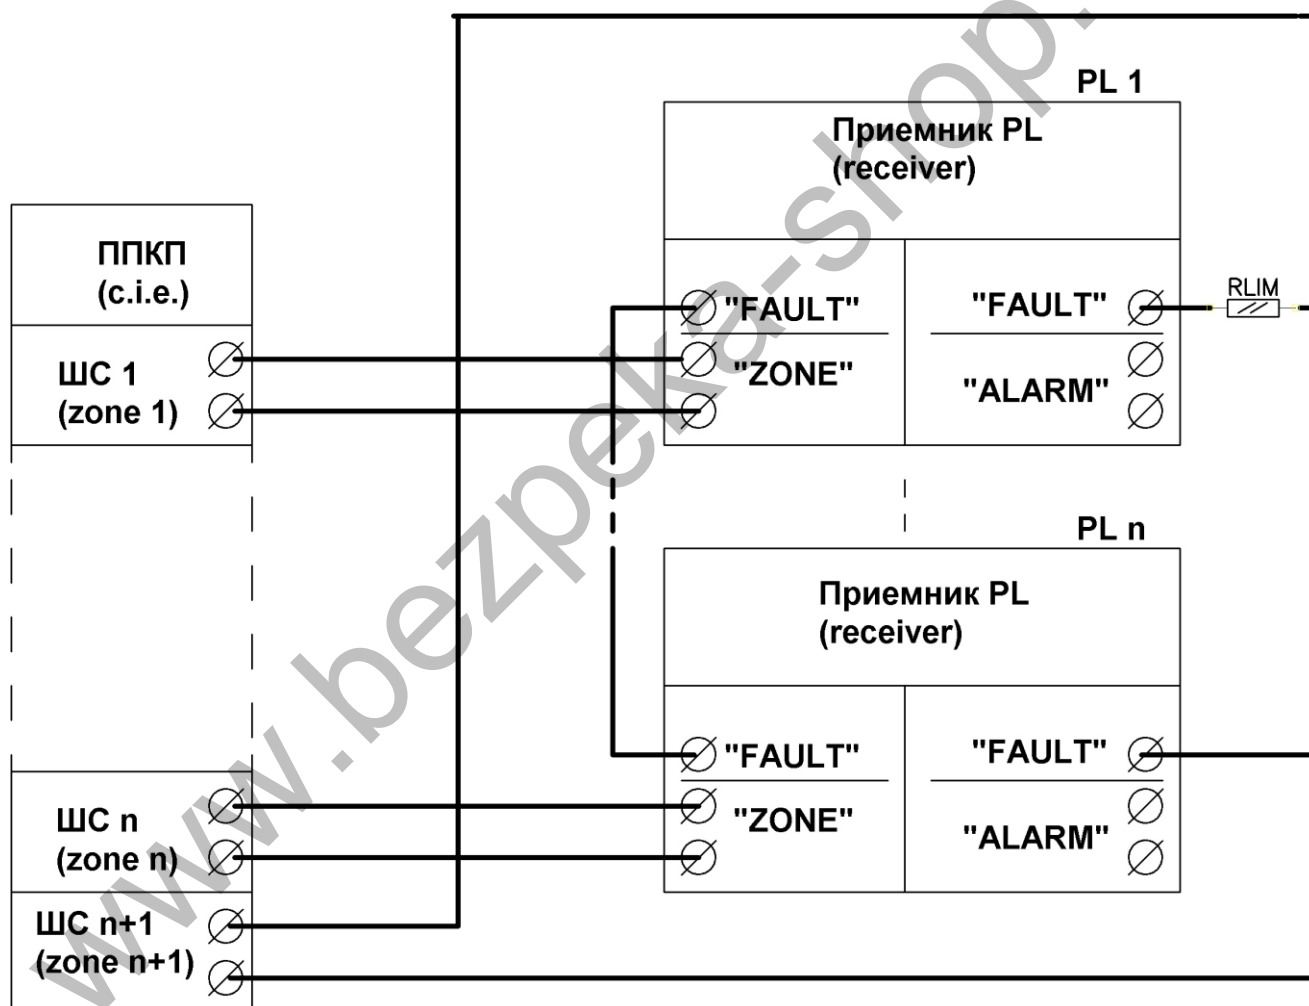

Рис. 4
2.3.2.3 Выход «FAULT» подключается к шлейфу сигнализации (**ШС n+1**) через токоограничивающий резистор RLIM (см. рисунок 4) и при неисправности устанавливает данный шлейф в обрыв.